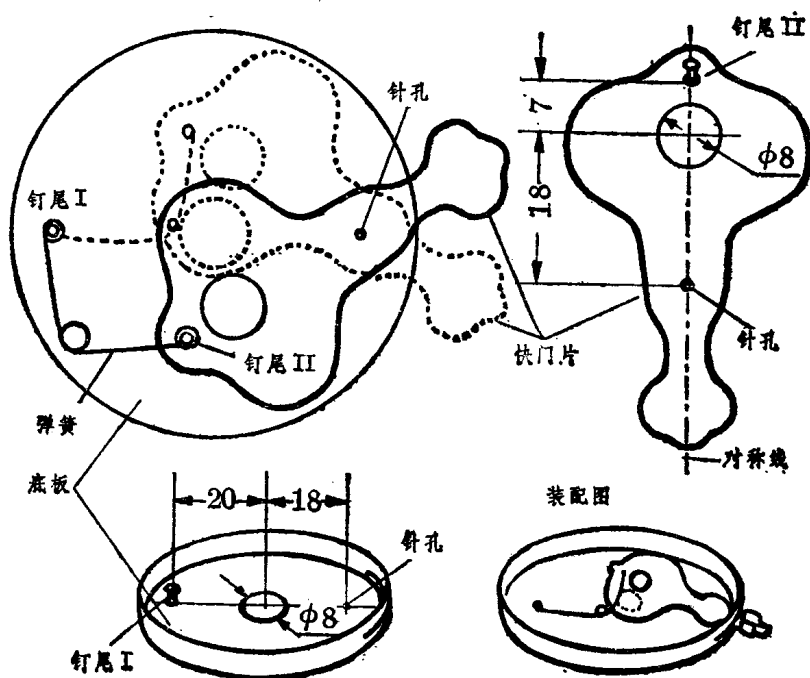

图1-17 简单快门(比例 1:1)
2. 快门 快门是拍照时对底片进行曝光的一个启闭机构，结构形状和零件的尺寸见图 1-17。
底板上的钉尾Ⅰ和快门片上的钉尾Ⅱ直接焊上即可，做扭弹簧用的钢丝与针孔开关上的相同，快门片大小和形状要同图1-17上画的一致。